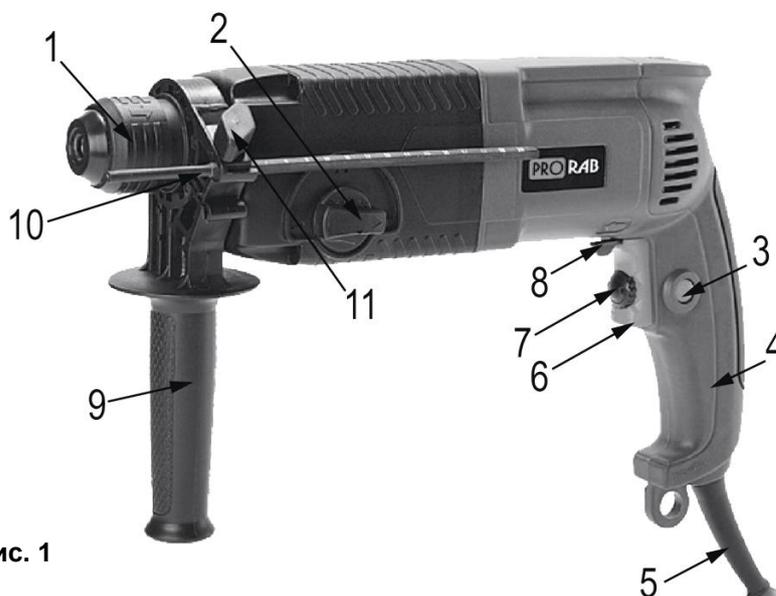

Рис. 1
- Настоятельно рекомендуется использовать дополнительную (боковую) рукоятку (9)(См. Рис.1) во время работы. Точный контроль над инструментом значительно повышает безопасность и удобство работы.
- Установите боковую рукоятку (9)(См. Рис.1) на ствол перфоратора.
- **Чтобы включить перфоратор**, нажмите на клавишу выключателя (6)(См. Рис.1).
- Кнопка фиксации пуска (3)(См. Рис.1) позволяет поддерживать максимальную скорость вращения без необходимости постоянного нажатия на клавишу пускового выключателя (6)(См. Рис.1).
- При нажатой пусковой клавише (6) нажмите кнопку фиксации (3)(См. Рис.1).
- Чтобы снять блокировку и выключить перфоратор, достаточно еще раз нажать на клавишу пускового выключателя (6)(См. Рис.1).
- Вы можете установить необходимое направление вращения патрона с помощью переключателя реверса (8)(См. Рис.1).
- Пользуясь колесом регулятора (7)(См. Рис.1), встроенным в клавишу пускового выключателя, можно установить любую требуемую скорость. Это можно делать только после полной остановки электродвигателя!
- Используя рукоятку переключателя режимов работы (2)(См. Рис.1) можно установить несколько режимов работы перфоратора: